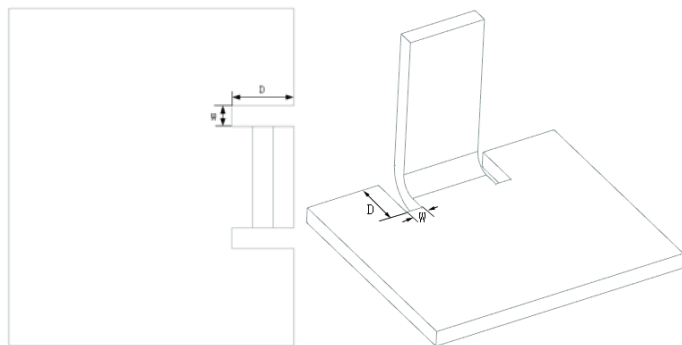

图 2-8 让位槽参数含义示意图
(3) 让位槽深度和宽度：从折弯边开始计算折弯止裂口延伸的距离称为折弯深度（D），跨度称为宽度（W）。可以在图 2-5 所示的对话框中设置止裂口宽度和深度，其含义如图 2-8 所示。